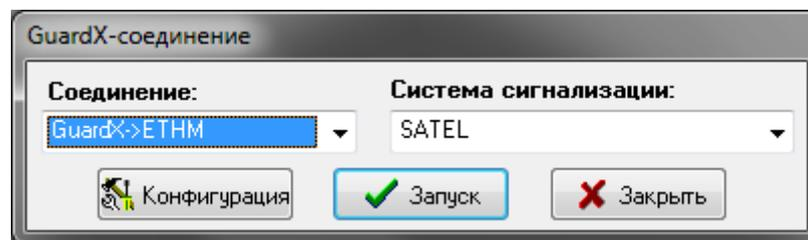
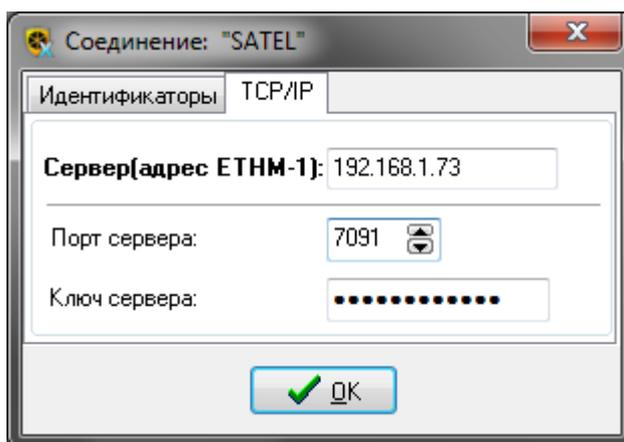

Рис. 11. Программа GuardX: Стартовое окно.
Рис. 12. Программа GUARDX: параметры связи через сеть Ethernet.
В стартовом окне программы GUARDX (см.: рис. 11) кликните по кнопке «Настройка». Откроется окно, в котором в закладке «TCP/IP» (рис. 12) следует запрограммировать:1112
1. В стартовом окне в поле «Соединение» выберите «GuardX->ETHM», (рис. 11), затем кликните по кнопке «Пуск».11